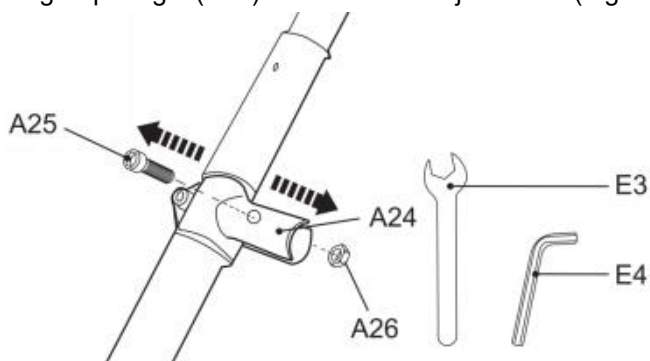

Fig. 1
1. Verwijder de voormonteerde bout (A25) en moer (A26) van de handgreepbeugel (A24) en bewaar ze bij de hand (Fig. 1).